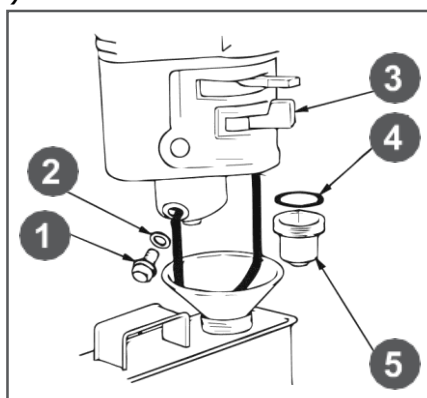

Рис.17. Обслуживание фильтра-отстойника
3. Открутите болт 1 сливного отверстия и слейте топливо из поплавковой камеры карбюратора (Рис. 17).
4. Открутите стакан отстойника 5, вылейте из него топливо в заранее подготовленную емкость (Рис. 17).